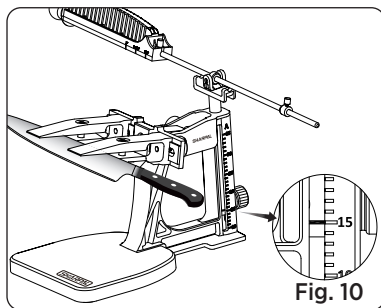

Fig. 10
4. Draai aan de hoekvergrendelknop om de steunbalk omhoog of omlaag te bewegen totdat de rode lijn uitgelijnd is met de gewenste hoek op de schaal. (Zie Fig. 10) Draai vervolgens de hoekvergrendelknop stevig vast.